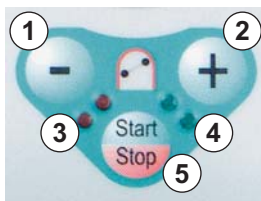

Fig. 2-9 Tasti per il funzionamento della pompa sanguigna
Il **tasti -** (Fig. 2-9 , ①) e **+** (②) consentono di ridurre o aumentare la velocità della pompa sanguigna.